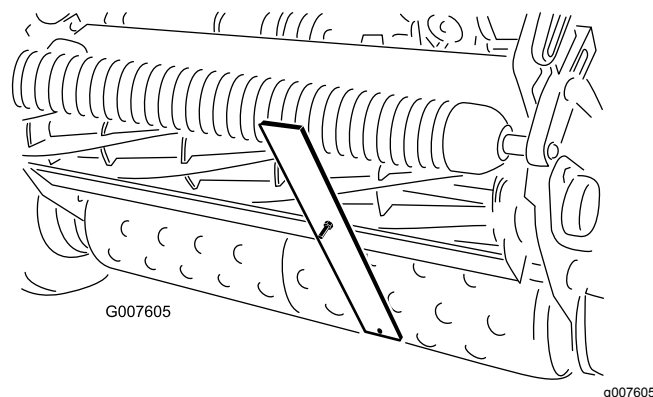

Figure 56
4. Accrochez la tête de la vis sur le bord tranchant de la contre-lame et appuyez l'arrière du gabarit contre le rouleau arrière (Figure 56).